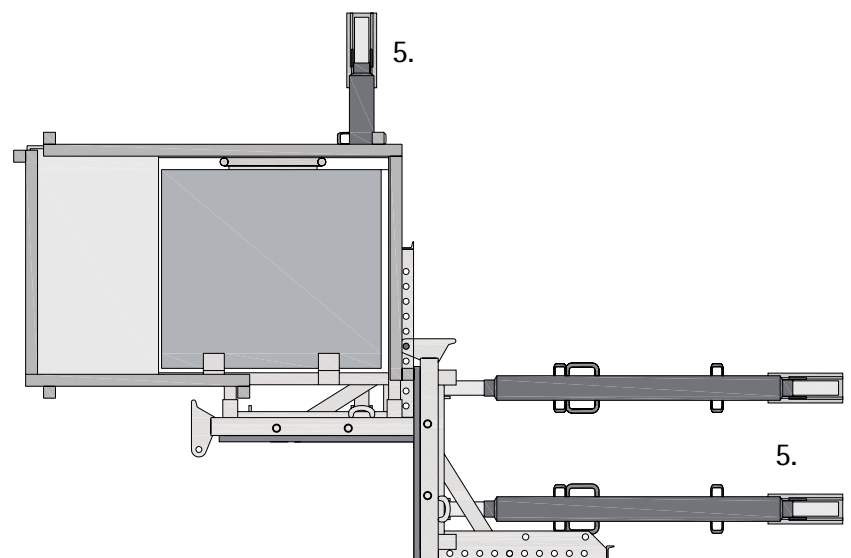

Fig. 23
7. Loosen crane sling (Fig. 23).